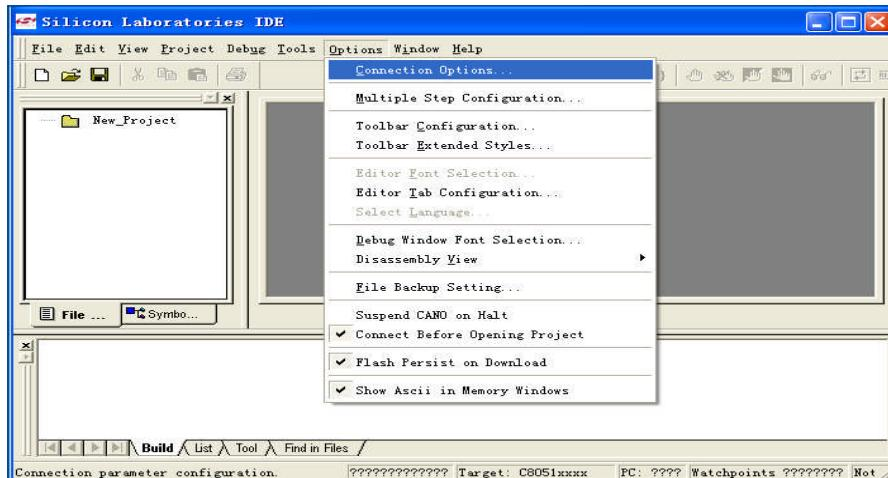

图 2
3. 安装结束，打开 IDE 集成开发环境，在新建或打开原有的项目后，点击主菜单“Options”选择“Connection Options..”选项（如图 2 所示），进入图 3 界面。